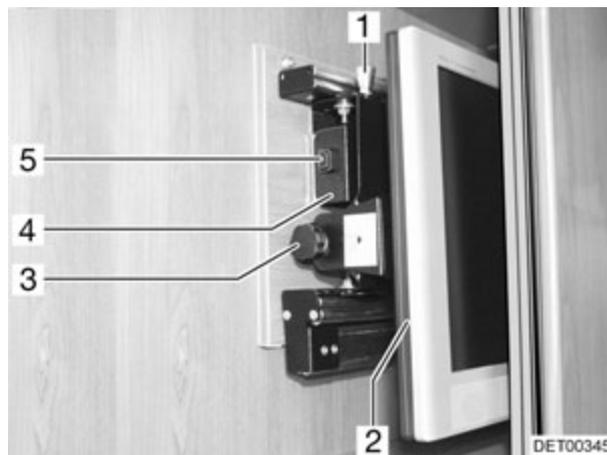

Fig. 67 Meuble télévision (variante 2)
- Appuyer sur le bouton de déverrouillage (Fig. 67,5) et tirer le support de l'écran plat jusqu'à la butée vers l'avant, à l'aide de la poignée (Fig. 67,4).
- Tirer le bouton de déverrouillage (Fig. 67,1) et faire pivoter le téléviseur (Fig. 67,2) dans la position souhaitée.
- Desserrer la vis moletée (Fig. 67,3).